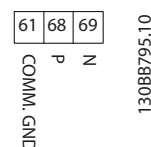

Рисунок 7.1 Подключение сети
**Подключите преобразователь частоты к сети RS-485 следующим образом (см. также Рисунок 7.1):**